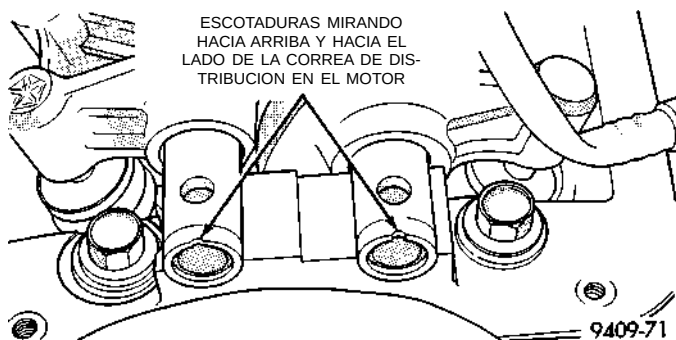

Fig. 27 Escotaduras del eje de balancín
- (1) Instale el conjunto de balancín/regulador de juego hidráulico, asegurándose de que los reguladores se encuentren por lo menos parcialmente llenos de aceite. Esto se hace evidente porque hay poco o ningún recorrido del émbolo, cuando se oprime el regulador de juego. Si existe excesivo recorrido del émbolo, coloque el conjunto de balancín en aceite de motor limpio y bombee el émbolo hasta que el recorrido del regulador de juego se reduzca. Si el recorrido no se reduce, reemplace el conjunto. El regulador de juego hidráulico y el balancín se reparan como conjunto.
- (2) Instale los conjuntos de balancín y eje con la ESCOTADURA de los ejes de balancín apuntando hacia arriba y hacia el lado de la correa de distribución en el motor (Fig. 27). Instale los retenes en sus posiciones originales en los ejes de escape y admisión (Fig. 25).